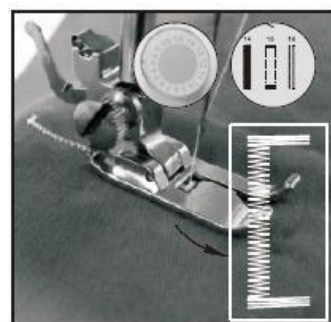

Рисунок 17
- 4) Выберите 8-ю строчку, затем включите переключатель и прошейте 5-6 стежков на низкой скорости, затем выключите переключатель (Рисунок 17).